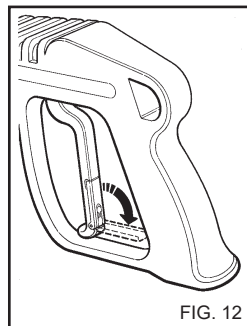

FIG. 12
- Når højtryksrenserseren ikke anvendes, skal håndtagets sikkerhedsanordning (fig. 12) lukkes.